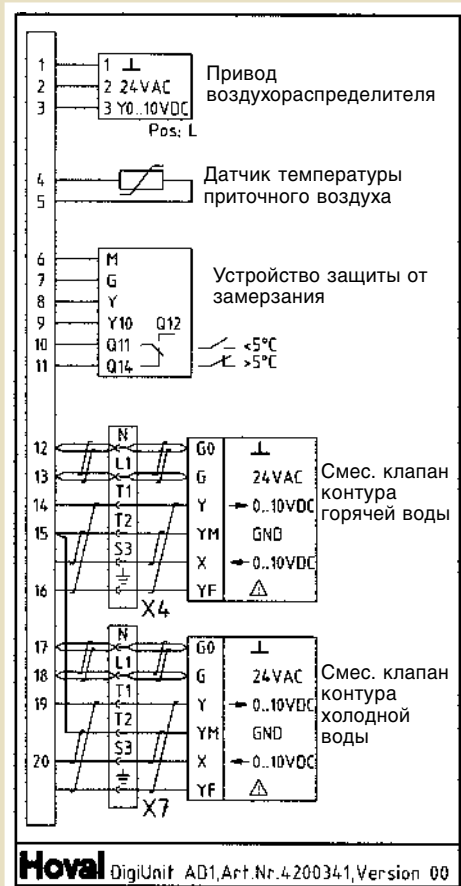

Рис. 36: Электросхема контактной коробки нижнего блока
- Смесительные клапаны фирмы Noval непосредственно подключайте к соответствующим разъемам контактной коробки нижнего блока; при использовании клапанов других фирм выполните соединительную электропроводку между клапаном и контактной коробкой (см. рис. 36).